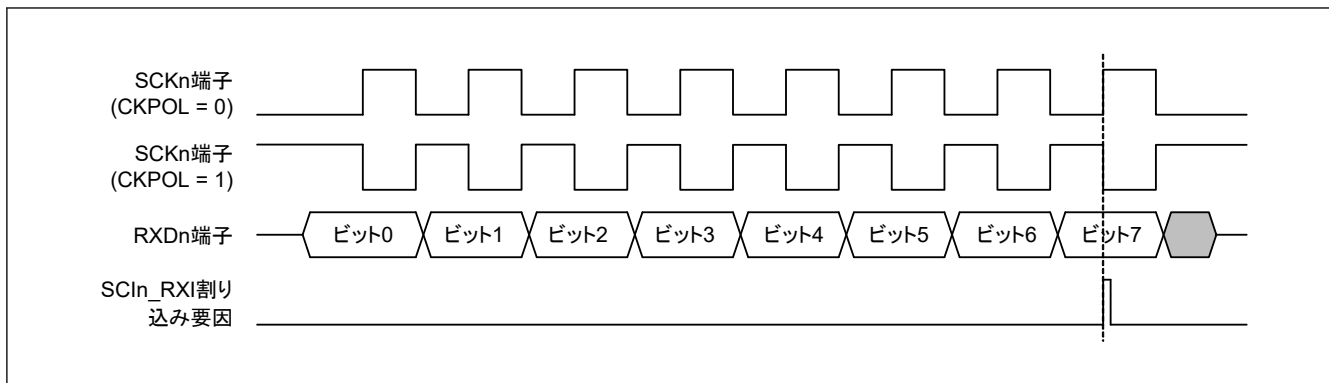

図 25.78 簡易 SPI モードにおける SCI_n_RXI 割り込みの発生タイミング (クロック遅れあり)
- クロック遅れあり (SPMR.CKPH ビット = 1) では、図 25.78 に示すように、SCKn 端子の最終クロックエッジ手前のクロックエッジで受信データフル割り込み (SCIn_RXI) が発生します。SCR レジスタの TE ビットと RE ビットを SCKn 端子の最終クロックエッジより前に 0 にすると、SCKn 端子出力がハイインピーダンスとなり、送受信クロックの最後のクロックパルス幅が短くなります。また、SCIn_RXI 割り込みの発生によって、SCKn 端子の最終クロックエッジより前に接続先スレーブの SSn 端子入力信号が High になった場合、スレーブが誤動作する可能性があります。